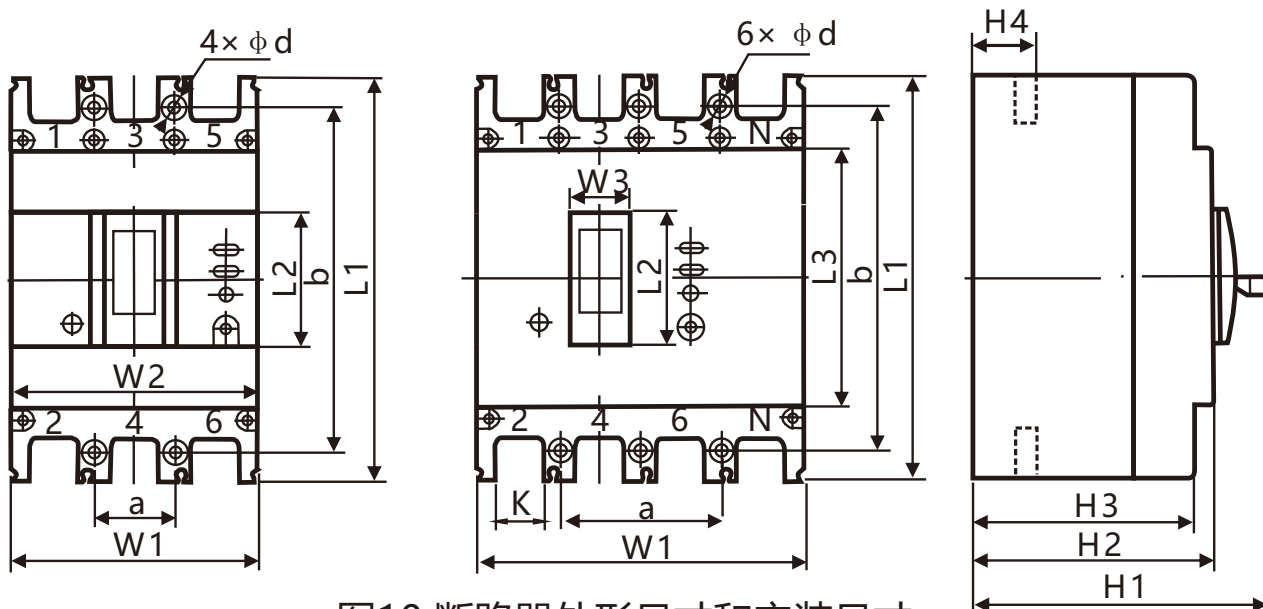

图10 断路器外形尺寸和安装尺寸
6.1 断路器的外形尺寸及安装尺寸见图8、图9、图10和表10